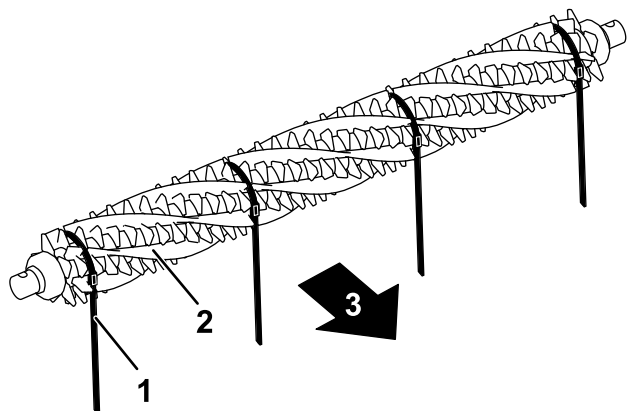

図 18
3. グルーマリールの一方の側からブラシを差し入れ、グルーマリールの各溝にブラシが入るようにセットする 図 18。
**重要** ストラップは、主に利用する回転方向に合わせて巻き付けてください。図 18 は、主に前転で使用する場合の巻き付け方向です。